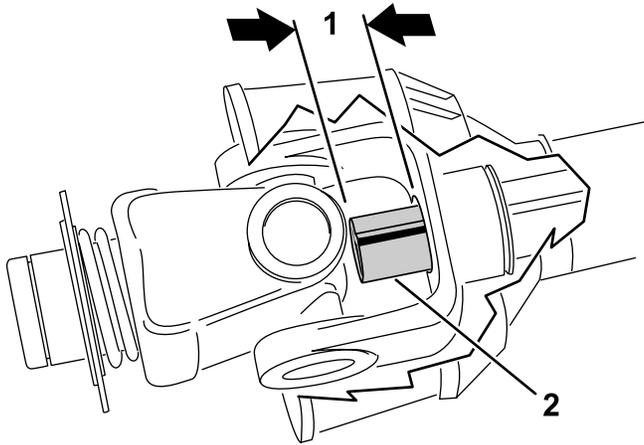

Bild 16
9. Schieben Sie die Rohre der Zapfwelle vollständig ineinander. Stellen Sie sicher, dass das **Innenrohr** nicht in das Kreuz und den Lagerabschnitt des Außenrohrs hineinragt (**Bild 16**). Wenn dies auftritt, müssen Sie **mehr** vom Innenrohr abtrennen: weiter mit dem nächsten Schritt.
10. Messen Sie, wie weit das Innenrohr in das Kreuz und den Lagerabschnitt des Außenrohrs hineinragt (**Bild 16**). Addieren Sie diesen Wert zu dem in Schritt 8 erhaltenen Wert.